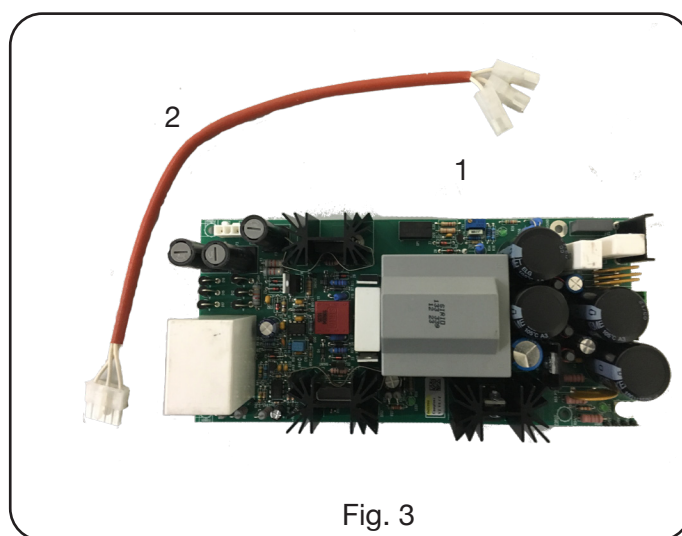

Fig. 3
Il Kit Alimentazione Robot, art. 435.00 è composto dagli elementi visibili in fig. 3.
- Alloggiare la scheda **1** (Fig. 3) nella posizione prevista all'interno del Generatore accanto al circuito misura pos.4 (380.80, 39x.80) / circuito precarica pos. 87 (381.80)
- Collegare un estremo del cablaggio **2** (Fig. 3) al connettore **J1** della scheda **1** (Fig. 3).
- Collegare l'altro estremo del cablaggio **2** (Fig. 3) ai punti indicati dallo schema elettrico corrispondente al Generatore in uso (par. 8).